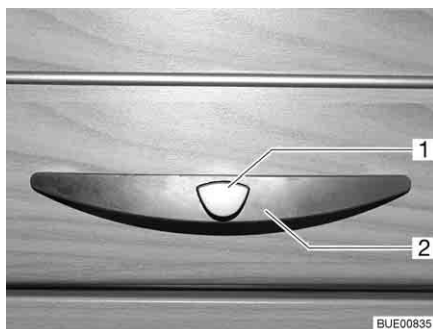

Bild 41 Skåplucka med handtag (exempel)
- Tryck på låsknappen (Bild 41,1) på handtaget (Bild 41,2) och håll den nedtryckt.